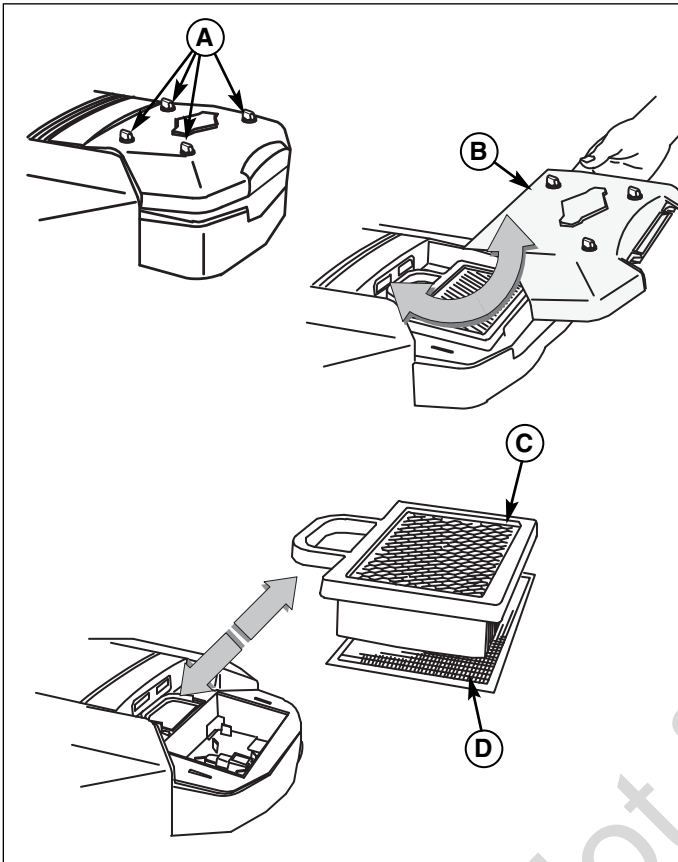

Figure 25. Système de filtrage d'air
1. Dévisser les quatre boutons (A, Figure 25) en les tournant vers la gauche.
2. Déposer le capot (B). Déposer le filtre (C) et le pré-dépoussiéreur (D).
3. Poser le pré-dépoussiéreur (D) avec le côté tamis vers le haut. Poser le filtre (C) comme sur l'illustration.
4. Poser le capot (B) en veillant à engager les languettes dans les rainures correspondantes. Fixer en vissant les quatre vis à fond.